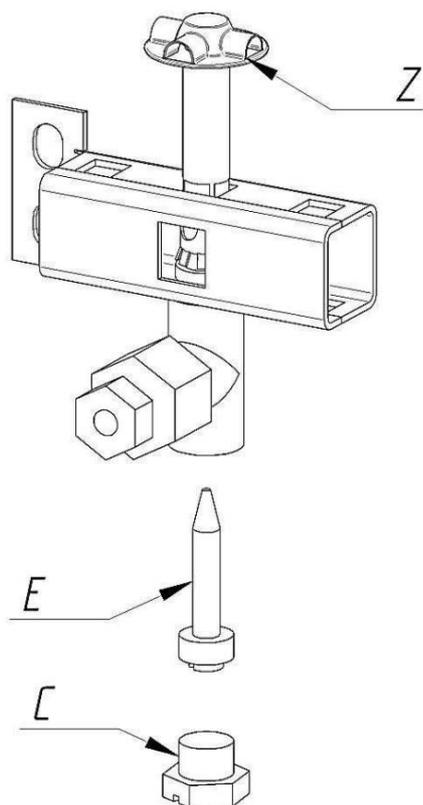
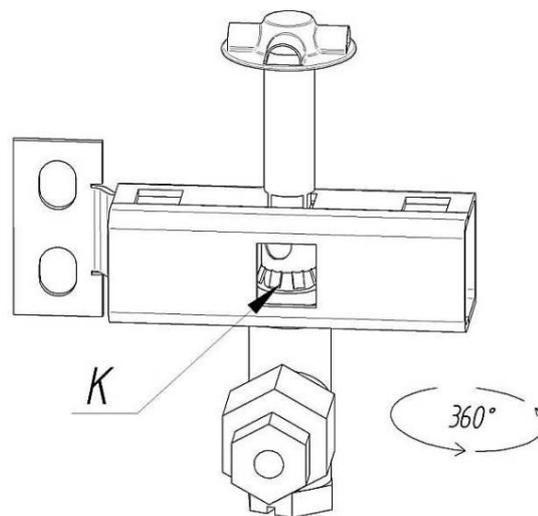

Fig. 6. Brûleur pilote - remplacement de la buse
Fig. 7. Brûleur pilote - réglage de la membrane
a) utiliser le bouton pour soulever la cuvette au maximum, b) depuis le sous-ensemble allumeur inférieur, dévissez l'écrou "C" (avec une clé de taille 11 ou un tournevis court à tête plate) Fig. 6, c) après avoir dévissé l'écrou "C" (Fig. 6) avec un tournevis de taille 4 tournevis à tête plate, vissez l'embout à fond en le tournant dans le sens inverse des aiguilles d'une montre, puis dévissez l'embout d'1/2 tour dans le sens des aiguilles d'une montre, d) vissez l'écrou "C" (fig.6), e) allumez le allumeur bougie "Z" (fig.6), f) régler la flamme du brûleur d'allumage avec le volet "K" (Fig. 7), qu'il faut tourner à l'aide d'un tournevis à tête plate taille 2 jusqu'à ce que la flamme du brûleur soit dirigée au niveau du capteur du dispositif de surveillance de flamme thermoélectrique (thermocouple). La flamme doit être stable, non détachable, avec une fin douce et de couleur bleue.
(G30), utilisez la manette pour relever la cuve au maximum, a) b) dévissez l'écrou du bas de l'ensemble allumeur "C" (avec une clé de taille 4 ou un tournevis court à tête plate) fig. 6, c) après avoir dévissé l'écrou "C" (Fig. 6) avec une clé plate de taille 4- tournevis à tête plate, visser l'embout jusqu'en butée dans le sens inverse des aiguilles d'une montre, d) visser l'écrou " C" (fig.6), allumer la bougie d'allumage "Z" (fig.6), e) f) régler la flamme du brûleur d'allumage avec le volet "K" (fig.7), qui doit être tourné à l'aide d'un tournevis à tête plate taille 2 jusqu'à ce que la flamme du brûleur soit dirigée vers le capteur du dispositif de surveillance thermoélectrique de la flamme (thermocouple) . La flamme doit être stable, non détachable, avec une fin douce et de couleur bleue.